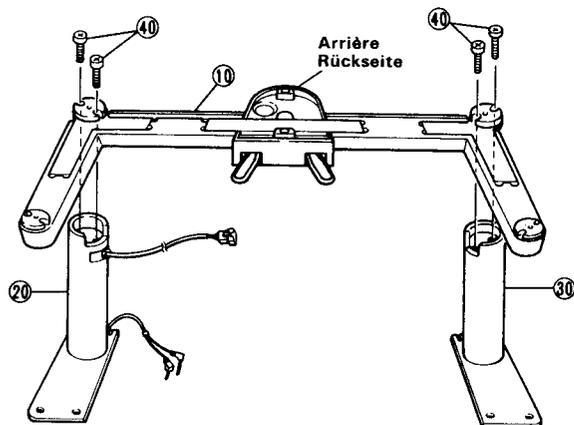
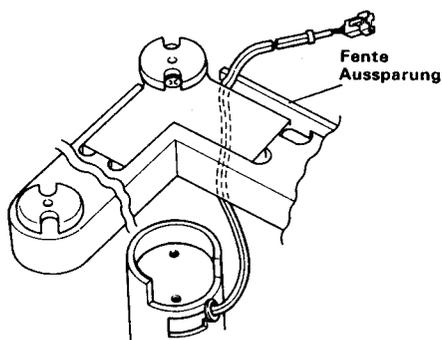

Figure 1A/Abb. 1A
Figure 1B/Abb. 1B
④①	Schraube (M8)	4
⑤①	Schraube (M6)	6
**1** Mettre en place l'ensemble de la base ⑩ sur l'ensemble de pied droit ⑳ et l'ensemble de pied gauche ㉑ en s'assurant que les sections en découpes sont correctement alignées (figure 1A). Faire passer le câble à partir de l'ensemble de pied droit ⑳ par l'ensemble de la base ⑩ comme montré dans la figure 1B. Serrer les vis M8 ④①.
Die Grundplattenbaugruppe ⑩ auf die linke Beinbaugruppe ㉑ legen und sicherstellen, daß die Ausschnitte richtig angepaßt sind (Abb. 1A). Das Kabel von der linken Beinbaugruppe ㉑ durch die Grundplattenbaugruppe ⑩ führen wie in Abb. 1B gezeigt. Die Schrauben M8 ④① festziehen.